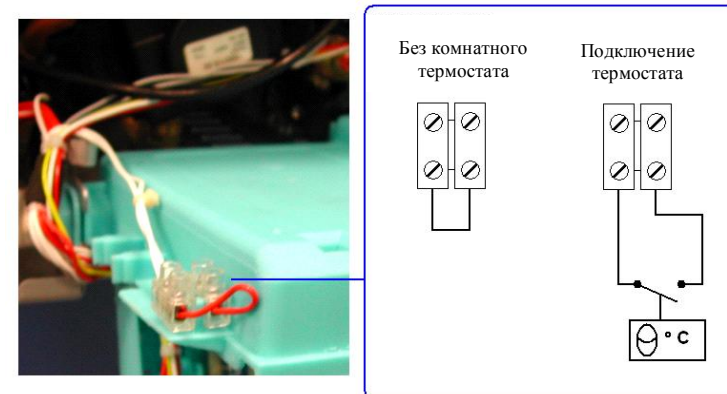

Рис.12
7.4 При подключении к котлу комнатного термостата необходимо снять перемычку между клеммами (рис.12). На рисунке приведена схема низковольтного соединения.